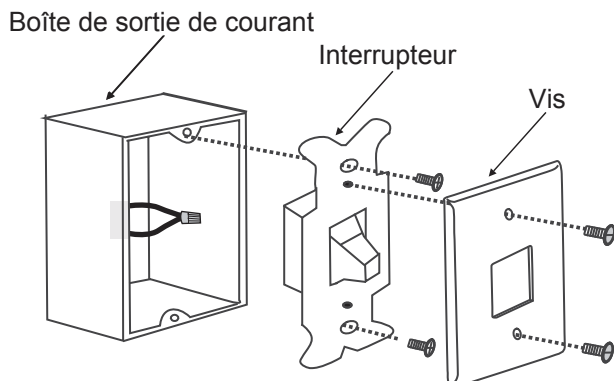

Fig. 25
Étape 1. Retirez la plaque murale existante et l'ancien interrupteur de la boîte de sortie de courant murale. Connectez les fils conducteurs NOIRS (sous tension) et repoussez-les dans la boîte de sortie de courant. (Fig. 25)